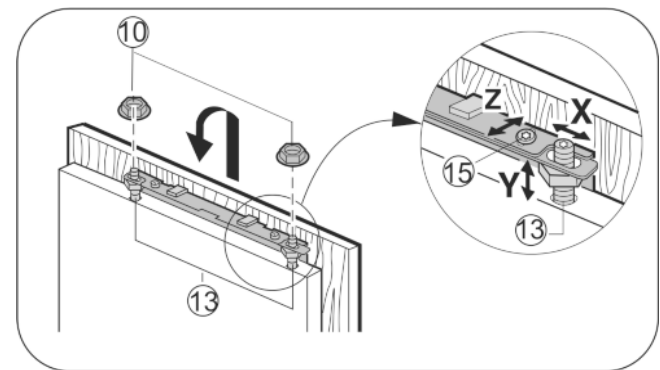

Fig. 27
- Möbeltür auf die Justagebolzen Fig. 27 (13) einhängen und Kontermuttern Fig. 27 (10) locker auf die Justagebolzen schrauben.
- Möbeltür in der Höhe Y und in der seitlichen Neigung ausrichten: Justagebolzen Fig. 27 (13) mit einem Schraubendreher einstellen.
- Kontermuttern Fig. 27 (10) anziehen.